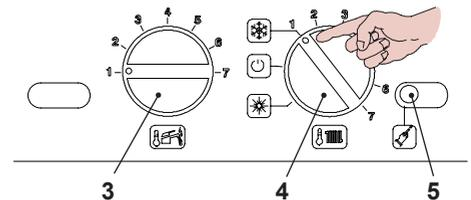
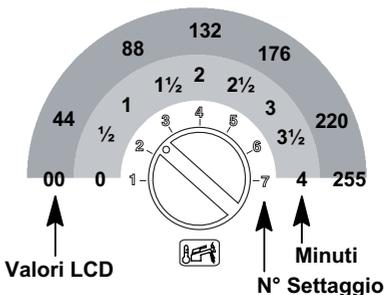

Fig. 5.47
Fig. 5.51
- Prima di alimentare elettricamente la caldaia posizionare le manopole 3 e 4 come indicato in Fig. 5.47.
- Per settare il tempo di postcircolazione della pompa bisogna entrare nella programmazione premendo per 15 secondi il pulsante di ripristino **5**, in Fig. 5.47 fino alla comparsa del parametro **P01** sul display LCD; sul display LCD compare la seguente visualizzazione (la sequenza **P01** si alterna ---).
Premere il pulsante di ripristino **5** in Fig. 5.47 per lo scorrimento dei vari parametri sino al raggiungimento del parametro **P11** valido per il settaggio postcircolazione della pompa; sul display LCD compare la seguente visualizzazione (la sequenza **P11** si alterna **44**).
Per cambiare il settaggio ruotare la manopola di regolazione temperatura sanitari **3** in Fig. 5.47 e posizionarla sul tempo prescelto Fig. 5.51.
Il passo del settaggio della manopola **3** Fig. 5.51 corrisponde a un valore letto sul display LCD di circa **44** (40 secondi) e questo valore può essere variato fino a circa **255** (4 minuti); nell'LCD la sequenza **P11** si alterna con **60**.